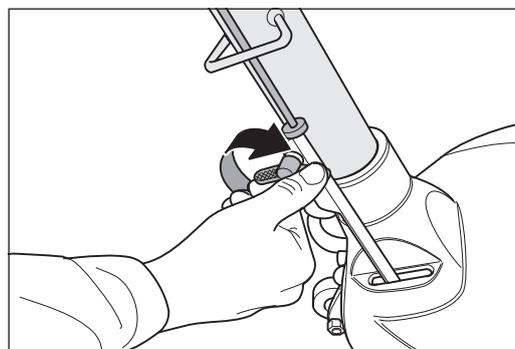
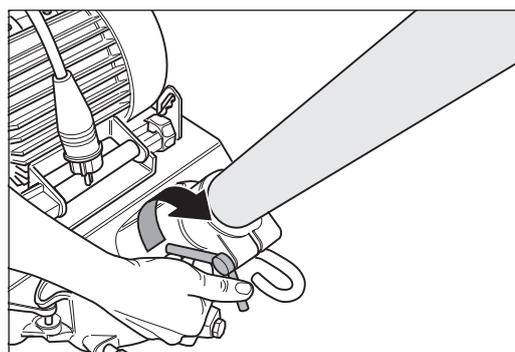

Abb. 3 Nach dem Einbau des Führungsrohrs die Flügelschraube und ...
Abb. 4 ... die Flügelmutter sorgfältig festziehen.
- 3 Ziehen Sie die Flügelschraube (Abb. 3) und die Flügelmutter fest (Abb. 4).